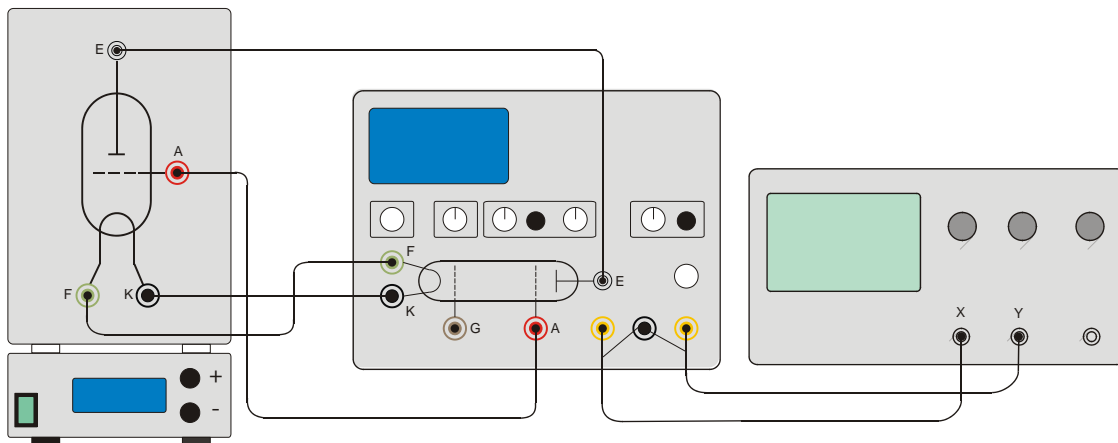

Fig. 2 Montagem da experiência com o tubo de Franck-Hertz com preenchimento de Hg
- Ligar as entradas e saídas "A", "F" e "K" entre elas (vide fig. 2).